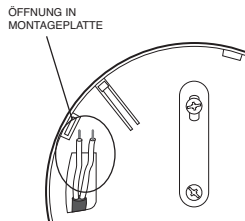

Abbildung 10b
2. Ziehen sie das Kabel durch die Öffnungen in der Montageplatte (bevor Sie diese an die Decke schrauben), siehe Abbildung 10b.